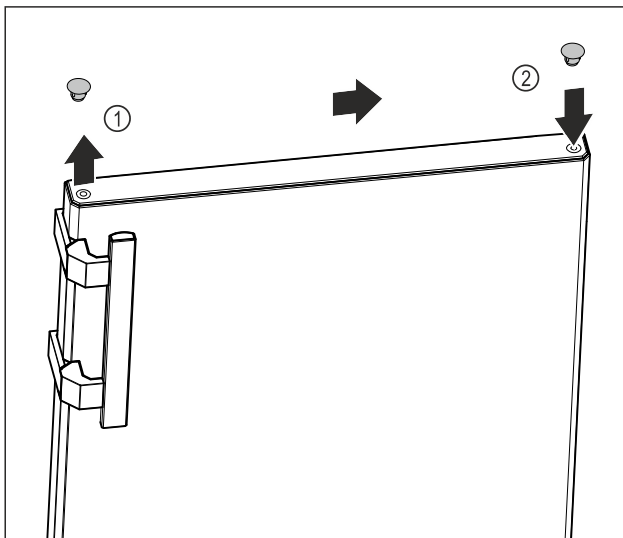

Fig. 17
- Soulever avec soin le cache de recouvrement de la partie supérieure de la porte Fig. 17 (1) au moyen d'un tournevis plat.
- Placer le cache de recouvrement du côté opposé. Fig. 17 (2)